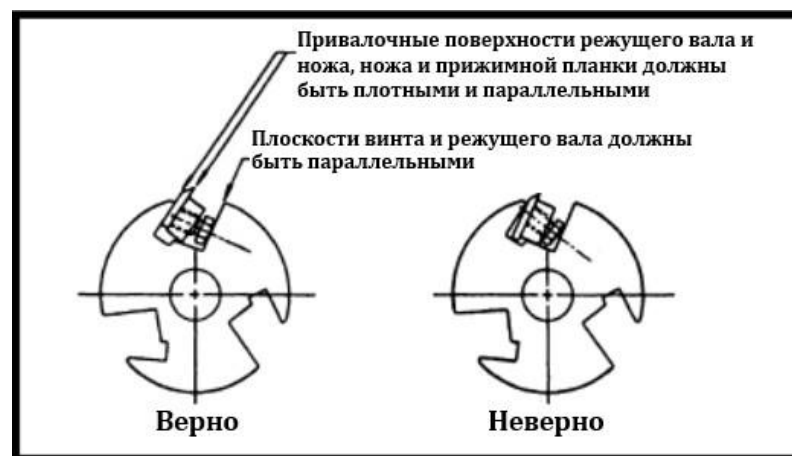

Рис. 48
**НОЖИ ДОЛЖНЫ УСТАНОВЛИВАТЬСЯ НАДЛЕЖАЩИМ ОБРАЗОМ, КАК ПОКАЗАНО НА РИС. 48.**